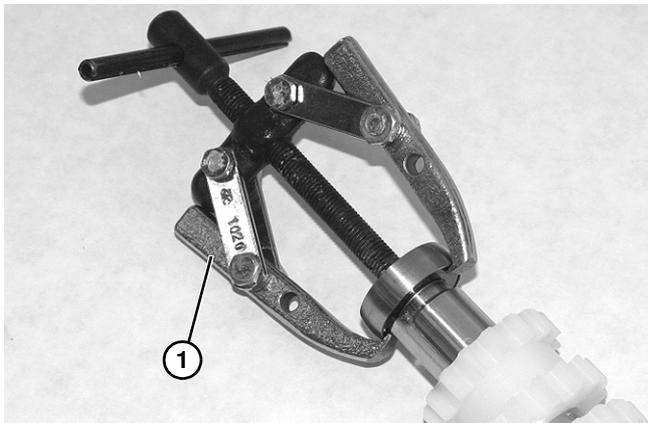

Abbildung 55
2. Lagerausziehwerkzeug (807-1078) (**Abbildung 55, Teil 1**) zum Ausbauen der Lager aus der Treibrolle verwenden.